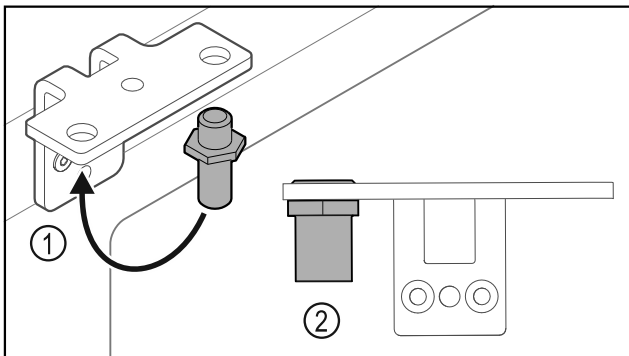

Fig. 31
- Spostare il perno Fig. 31 (1) nella cerniera angolare.
- Serrare il perno Fig. 31 (2) con una **coppia di 12 Nm**.